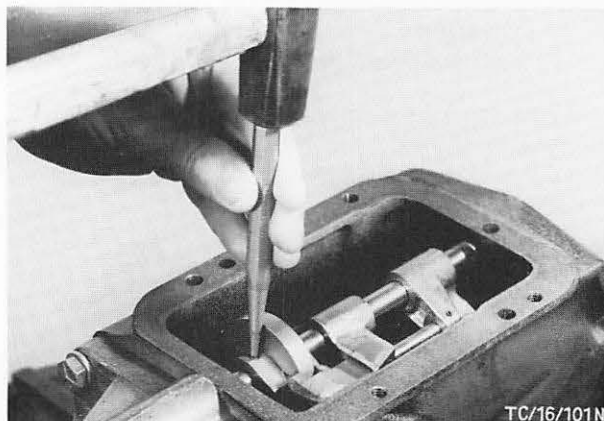

Abb. 82 Spannstift – Schaltfinger heraustreiben
6. Spannstift – Schaltfinger ausbauen, dazu Schaltstange so weit vordrücken, daß beim Heraustreiben des Spannstiftes das 1. Gang-Zahnrad nicht beschädigt wird. Abb. 82.